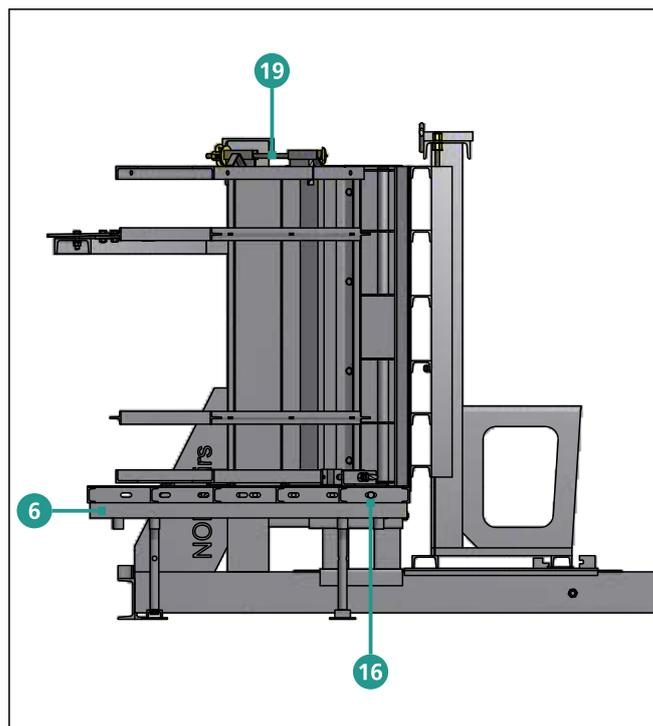

Figure 14.2
3. Fixer en face avant la plate-forme au niveau du prolongement de la marche du bas avec le fond de l'escalier 19 à l'aide de 2 vis M 16x40 16 (cf. figures 14.2 et 14.3).